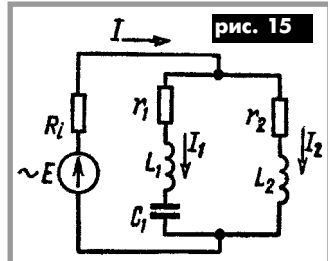

рис. 15
**16.** На рис. 15 изображена схема цепи, параметры которой при основной частоте имеют  $\omega_1 L = 12$  Ом и  $(\omega_1 C)^{-1} = 30$  Ом, а активные сопротивления:  $r_1 = 6$  Ом,  $r_2 = 5$  Ом,  $r_3 = 20$  Ом. Приложенное к цепи напряжение  $u = U_0 + U_1 \sin \omega_1 t + U_2 \sin (3\omega_1 t + \varphi_3)$ , где  $U_0 = 30$  В,  $U_1 = 100$  В,  $U_2 = 40$  В, и  $\varphi_3 = 20^\circ$ . Записать уравнение мгновенного значения тока неразветвленного участка цепи. Определить действующее значение каждого тока. Вычислить мощность, расходуемую в цепи.